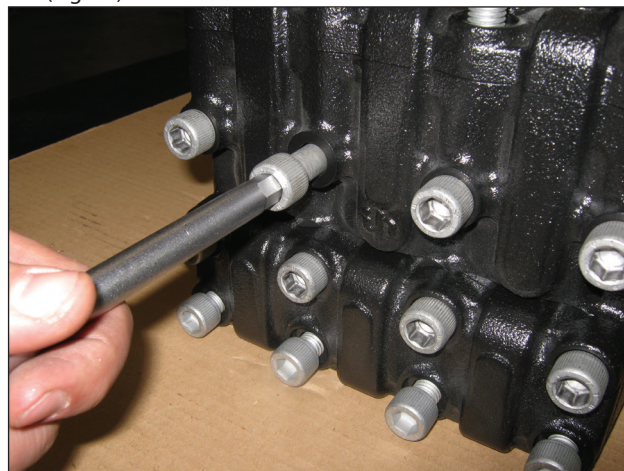

Fig. 24
A) Svitare le viti fissaggio testata M12x130 come indicato in (Fig. 24).